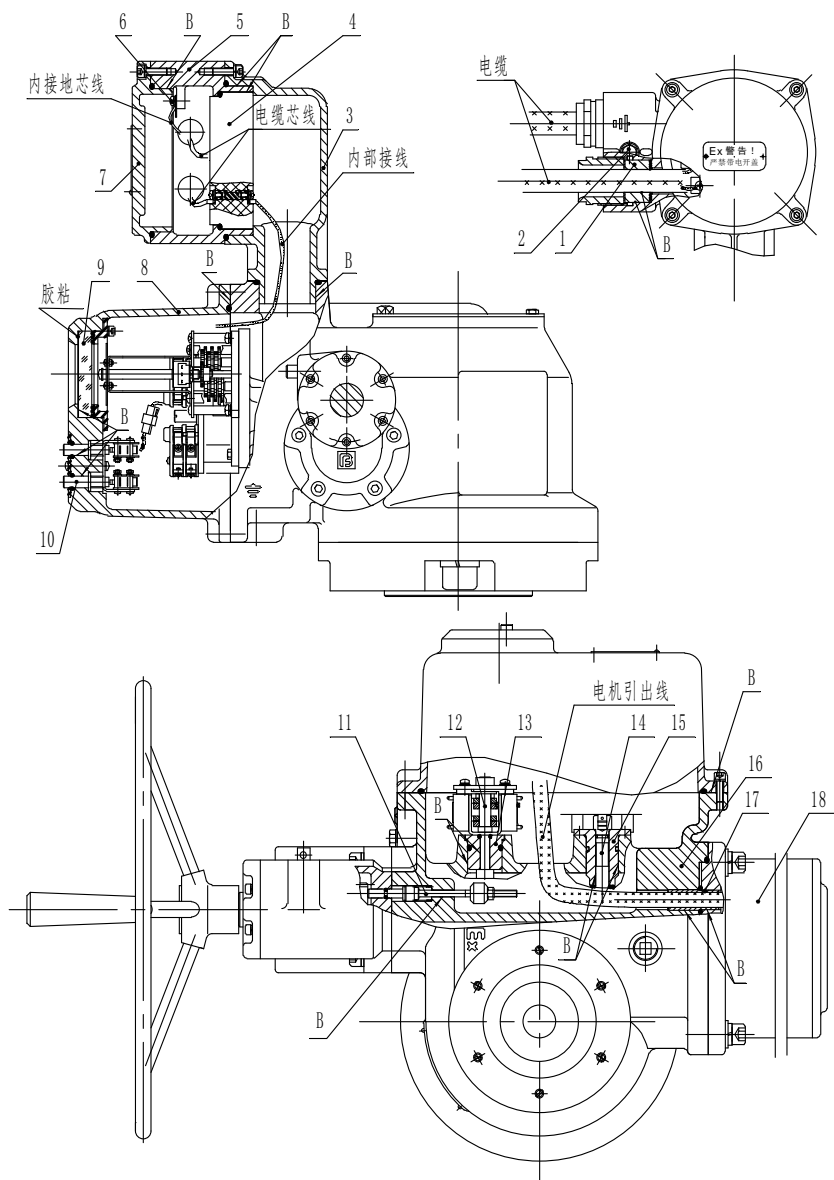
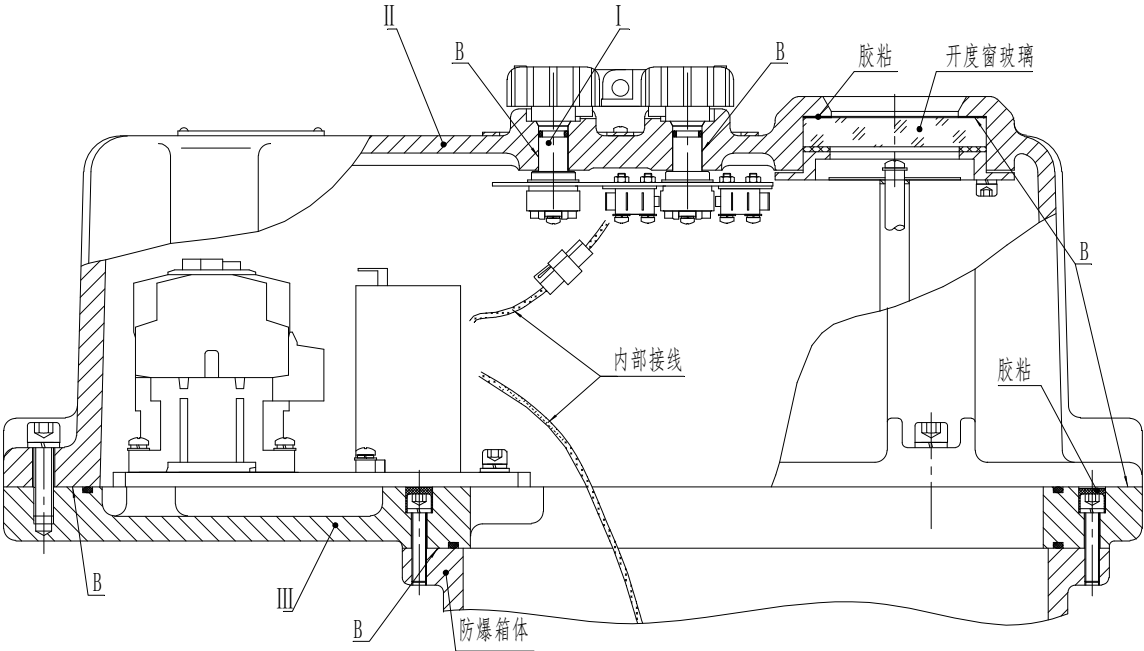

图 1 普通型防爆结构图
图 2 整体型（箱罩部套）防爆结构图
- 图 1、图 2 中所示的隔爆接合面（标记“B”），在调试、维修时均不得有磕碰、划伤现象。9032B 以下机座的接线盒座与防爆箱体连接处的四个隔爆螺钉绝对不可漏装（图中未标出）。
- 当隔爆零件损坏时，应立即更换。合格零件未装上前产品不得进行电动操作（普通型隔爆零件的名称参见图 1 和表 1，整体型隔爆零件的名称参见图 1、2 及表 1、2）。
● 整体防爆型产品是在普通防爆型产品的基础上，将普通防爆箱罩部套替换为整体防爆箱罩部套使电动装置成为整体型结构。您在使用整体型产品时，其防爆结构请将图 1、图 2 结合起来参考。